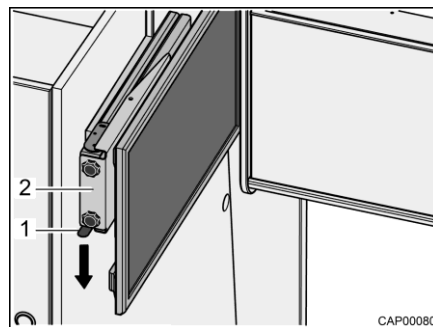

Bild 30 Auszug mit Flachbildschirm
- Rastfeder (Bild 30,1) nach unten drücken und Auszug (Bild 30,2) mit Flachbildschirm waagrecht in Richtung Fahrzeugmitte herausziehen.
- Auszug (Bild 30,2) mit Flachbildschirm waagrecht bis zum Anschlag schieben. Die Rastfeder (Bild 30,1) rastet hörbar ein.